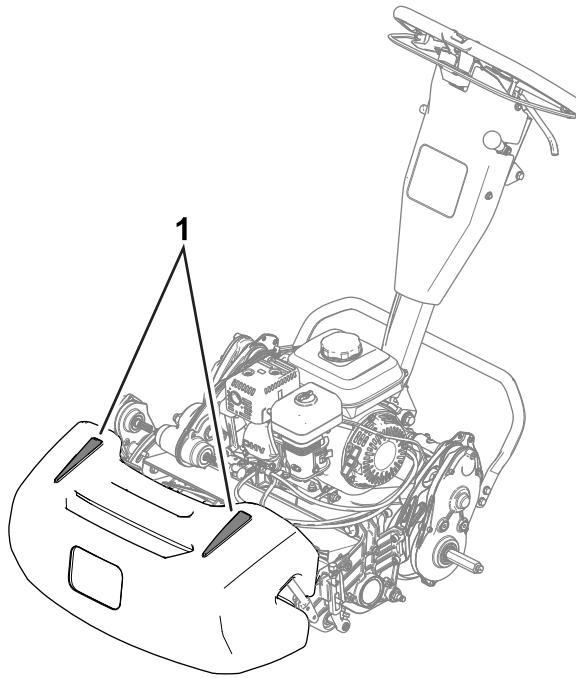

Figure 24
- Pour vous aider à travailler en ligne droite en travers du vert et à maintenir la machine à égale distance du bord de la passe précédente, servez-vous des bandes d'alignement sur le dessus du bac à herbe (Figure 24).